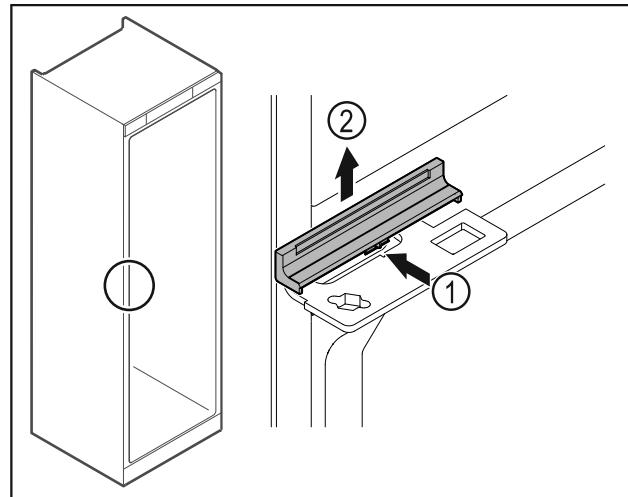

Fig. 47
- Кришку Fig. 47 (1) трохи натиснути в центрі та зняти рухом вгору Fig. 47 (2).